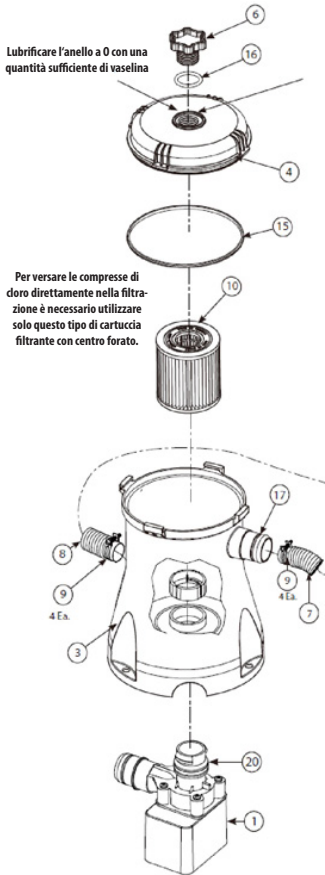

FIG. 1
3. Prendere i tubi di ingresso e di uscita (7, 8) e le quattro fascette stringitubo (9) dal sacchetto degli accessori. Allentare le fascette stringitubo e farle scorrere su entrambe le estremità di ogni tubo. Collocare un tubo sull'ingresso della scatola del filtro e un tubo sull'uscita. Serrare le due fascette stringitubo (9) alla scatola del filtro. Vedere **fig. 1, 3 e 4**.
4. Montare il setaccio con boccola (11, 12) sull'uscita della parete della piscina. Inserire il tubo di aspirazione della scatola del filtro sul passante della piscina. Serrare la fascetta stringitubo. Vedere **fig. 1, 3 e 4**.
5. Montare il raddrizzatore di corrente con passante (11, 13) sulla parete della piscina. Collegare il tubo di scarico della scatola del filtro al passante d'ingresso della piscina. Serrare la fascetta stringitubo. Iniziare con il riempimento della piscina. Vedere **fig. 1, 3 e 4**.